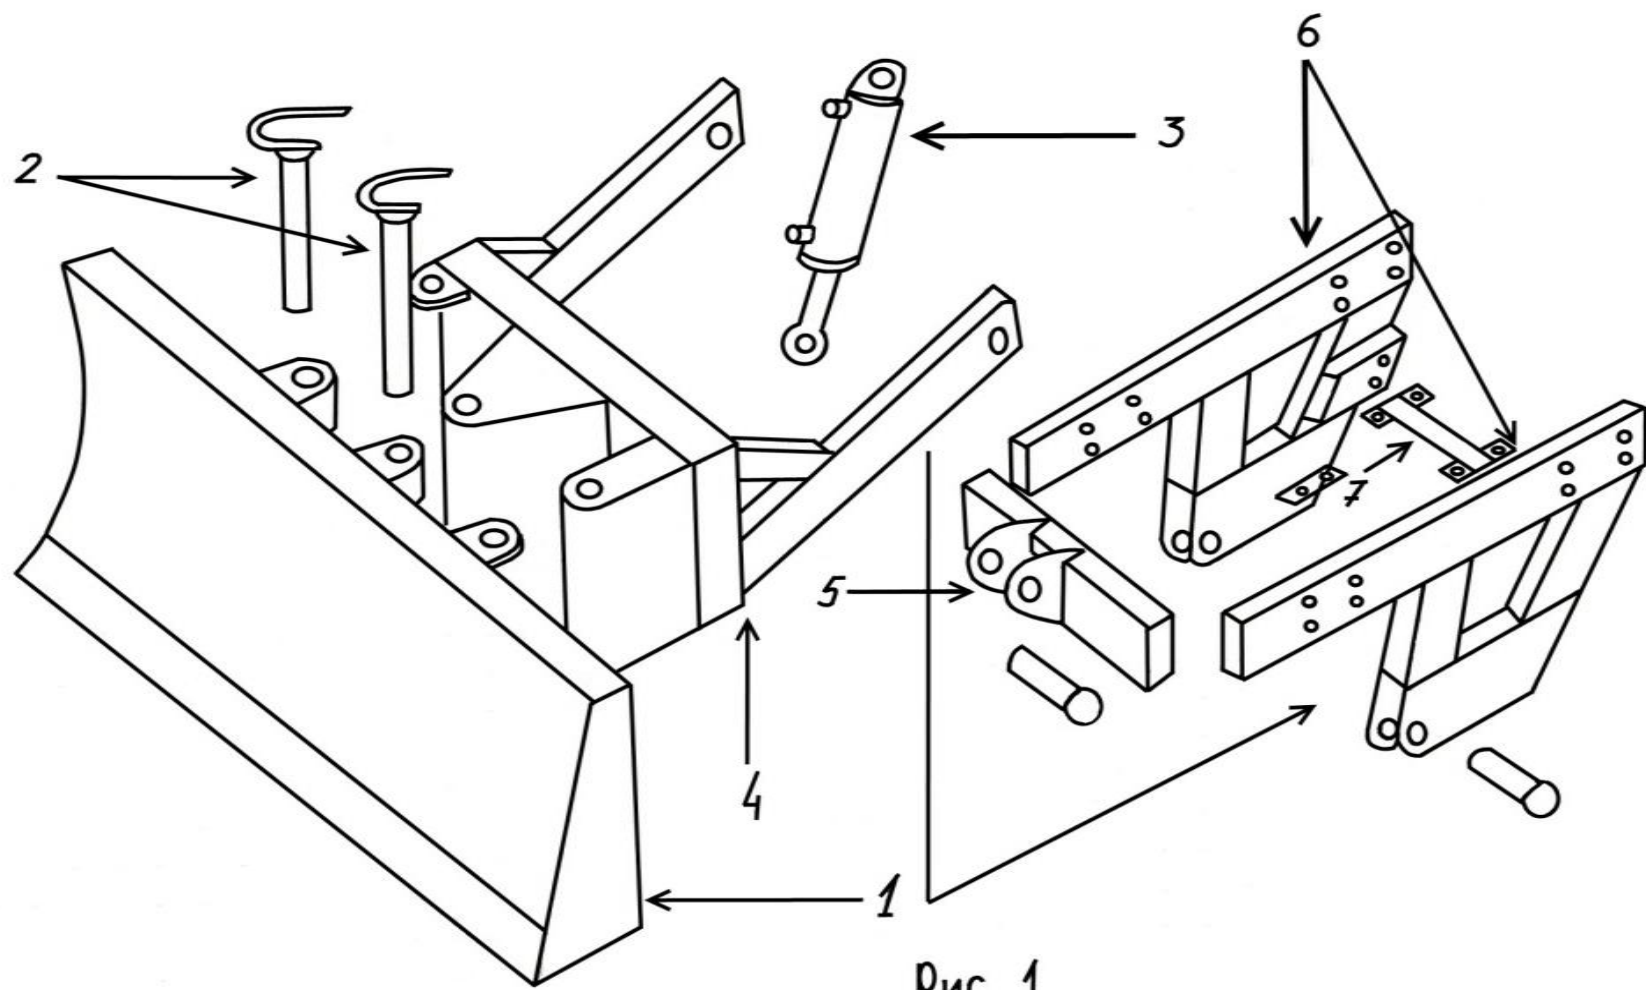

Рис. 1.
1. Установить на трактор лонжероны №6 (рис.1) при помощи болтов М16*40.
2. Установить переднюю перекладину №5 (рис. 1).
3. Установить распорку №7 (рис.1).
4. Установить усилители №8 (рис.1) одной стороной на лонжероны, другой стороной на корпус полуоси заднего моста трактора при помощи шпилек №9 (рис.1).
5. Установить переднюю рамку №4 (рис.1) на лонжероны при помощи пальцев.
6. Установить гидроцилиндр №3 (рис.1) в петли передней рамки №4 и передней перекладины №5. Соединить гидроцилиндр №3 с гидросистемой трактора при помощи РВД и переходников входящих в ЗИП.
7. Установить отвал №1 (рис.1) на переднюю рамку №4 (рис.1) при помощи пальцев №2 (рис.1) в нужное для вас положение (поворот ножа осуществляется направо на 25 градусов относительно оси движения трактора).